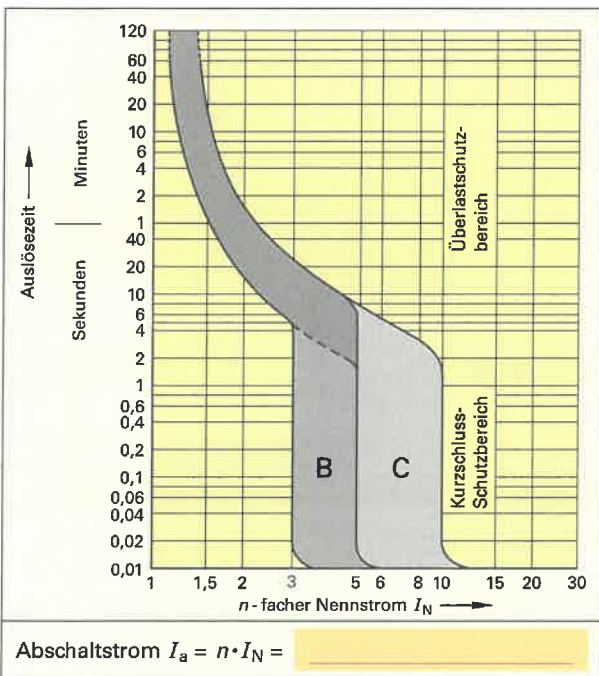

Bild 2: Auslösekennlinien LS-Schalter Typ B und C
4. Ermitteln Sie aus den Auslösekennlinien (**Bild 2**) für einen LS-Schalter 16 A, Charakteristik B, den Faktor n für eine sichere Auslösezeit von 0,4 s.